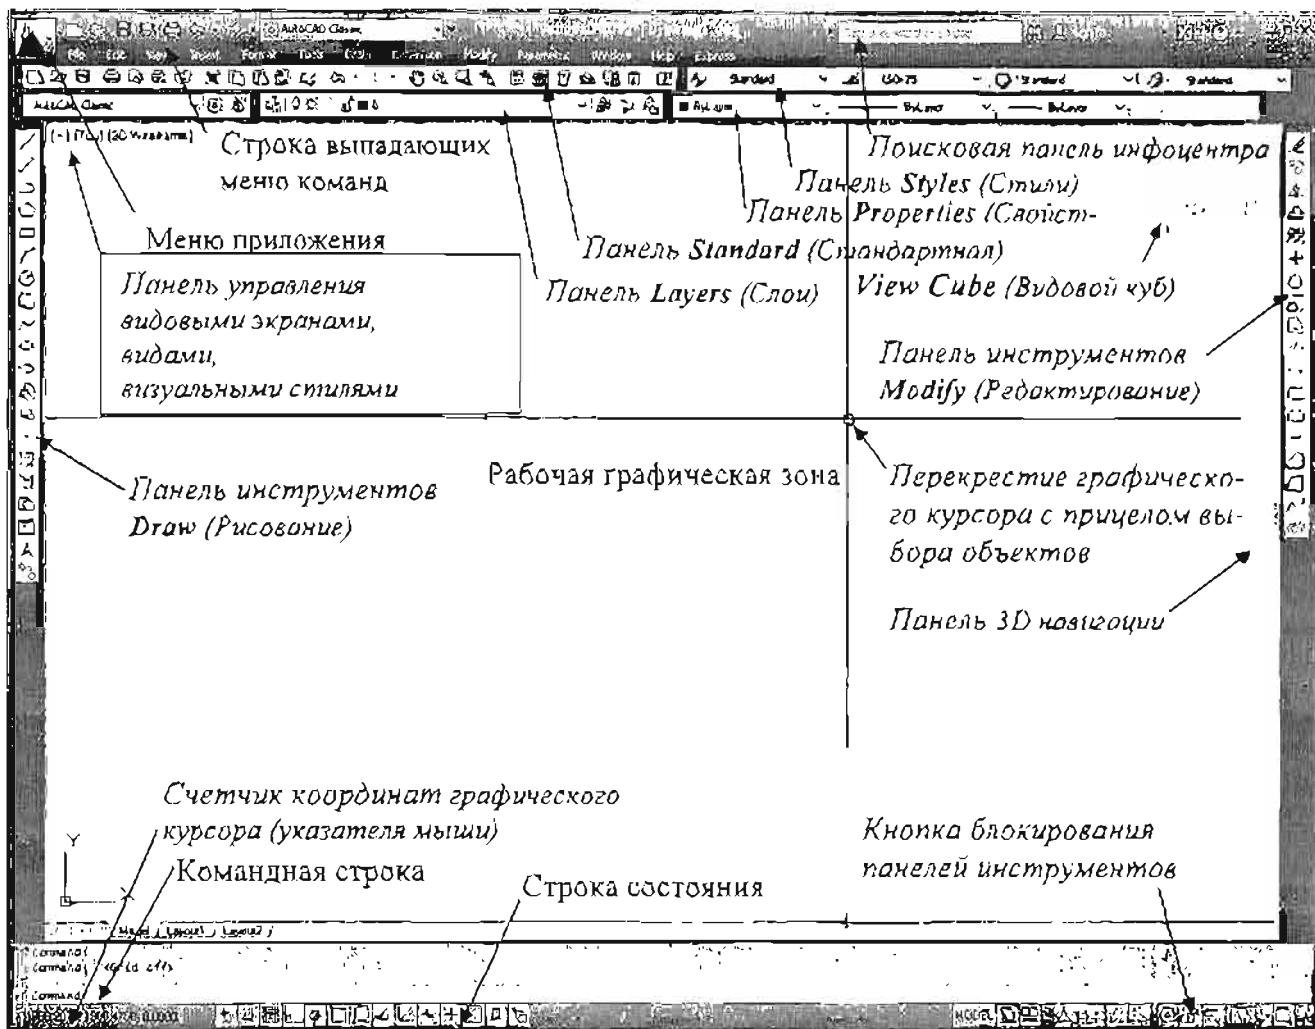

Рис. 1.3. Рабочее окно режима AutoCAD Classic (AutoCAD классический)
На рис. 1.3 показано рабочее окно режима **AutoCAD Classic** (AutoCAD классический) графического редактора AutoCAD 2012. На экране можно выделить пять функциональных зон:
- Разблокируйте панели инструментов или убедитесь, что они разблокированы (см. рис. 1.3)
В правой части заголовка окна программы (см. рис. 1.3): расположен Инфоцентр (рис. 1.15). Отсюда вы можете связаться с Autodesk и с сообществами пользователей AutoCAD.